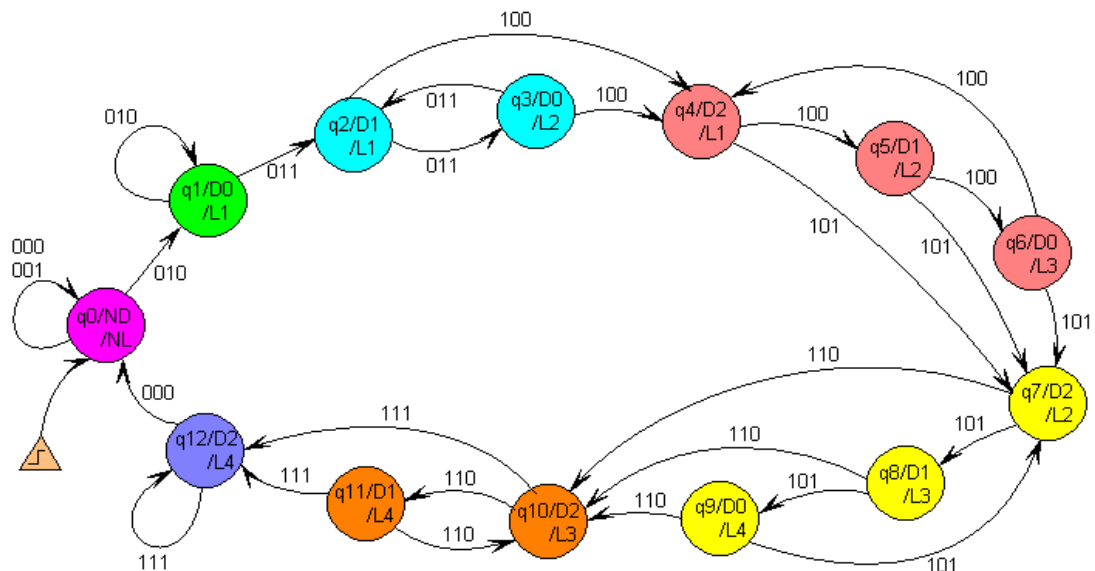
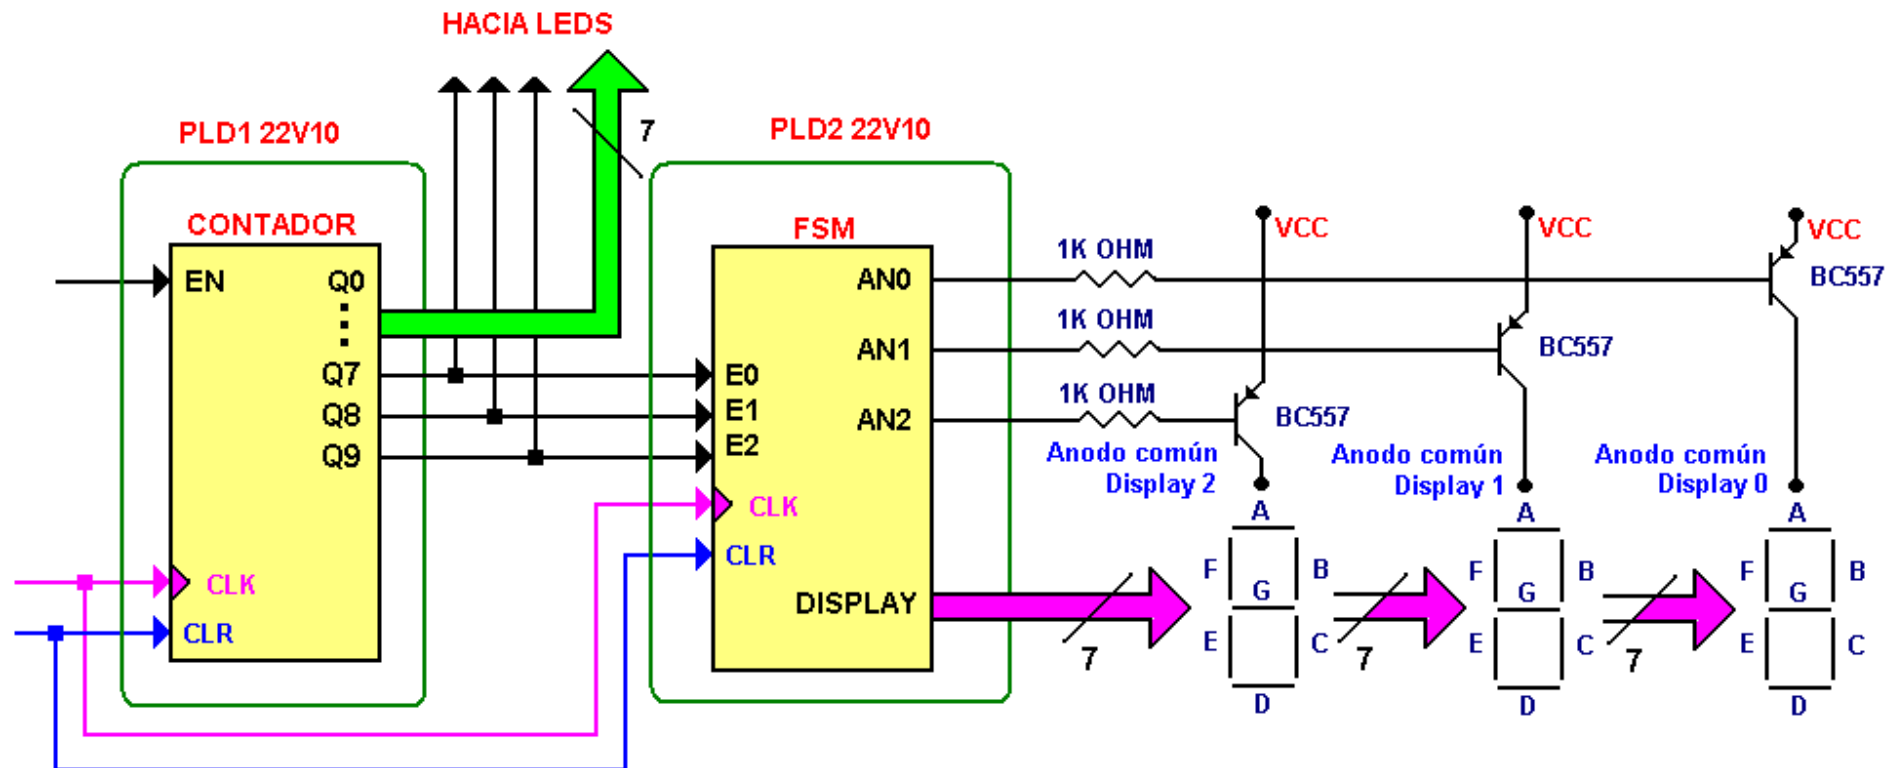

Ilustración 1 Autómata de la marquesina.
Ilustración 2 Microarquitectura del diseño a realizar.
1. Realizar el programa del autómata mostrado en la ilustración 1. Este autómata permite visualizar un mensaje de 4 letras en modo marquesina, tomando como entradas los 3 bits MSB de un contador de 10 bits. Con estos 3 bits podemos asignar un código a cada macroestado del autómata. Esto se muestra en la tabla 1.
Después de programar el autómata de la ilustración 1, realizar el diseño completo de la microarquitectura mostrada en la ilustración 2.